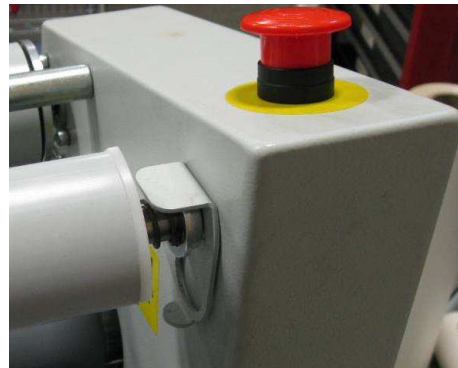

Abbildung 12: Sperre unten
- Achten Sie darauf, dass der Verriegelungsbügel sich in der unteren Position befindet (Abbildung 12).